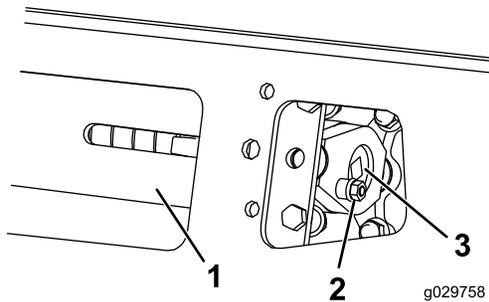

Figura 59
3. Retire el perno de bloqueo, el espaciador y la tuerca (Figura 59).
5. Alinee la muesca más próxima del tornillo tensor con el orificio del perno de bloqueo, y fije el tornillo con el perno de bloqueo y la tuerca (Figura 59).
4. Retire el perno de bloqueo y la tuerca (Figura 59).
5. Usando una llave de carraca de ½", alivie la tensión en la oruga girando el tornillo tensor en sentido horario (Figura 59 y Figura 65).